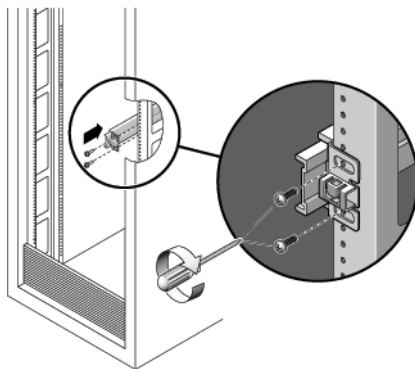

ABBILDUNG 2-2 Anbringen der Schienenbaugruppe am Rack-Ständer
1. Halten Sie eine Schienenbaugruppe so in das Rack, dass die Bügel an den beiden Enden der Schienenbaugruppe über den vorderen und den hinteren Ständer des Racks hervorstehen (siehe ABBILDUNG 2-2).